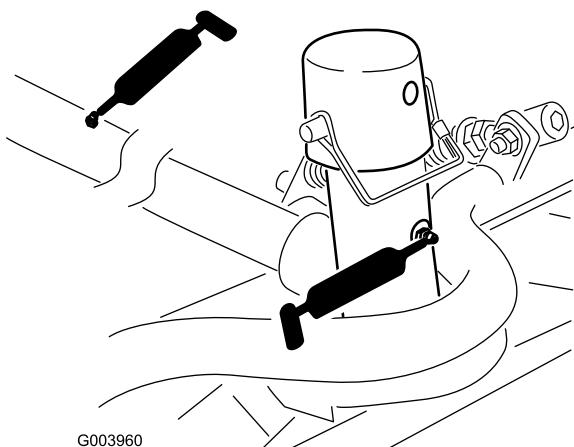

図 52
- カッティングユニットのキャリア・フレームとピボット（各2）（図 52）